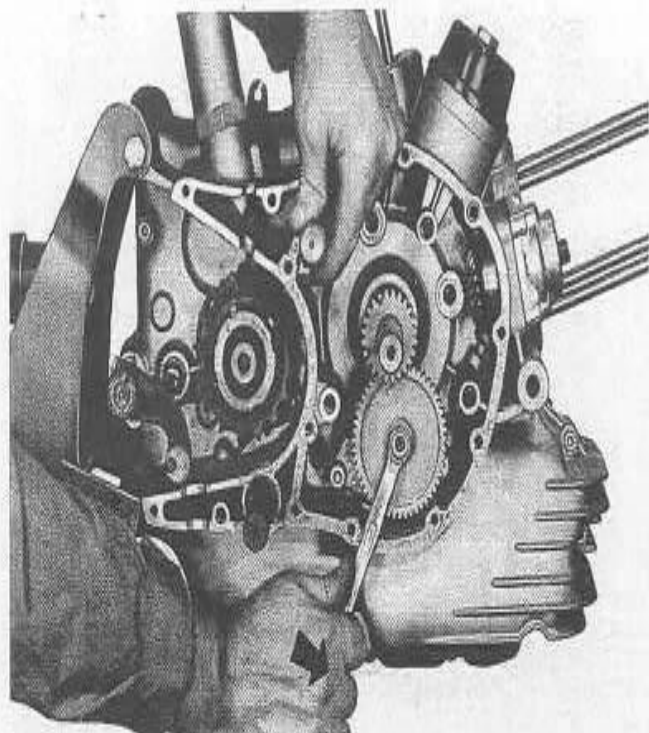

Fig. 30
- 2) Infilare una spina di Ø 14 mm nel foro del carter, come mostra la fig. 30, e farla entrare nel vano dell'imbiellaggio, questo per impedire al motore di ruotare.
- 2) Insert a pin of about 14 mm. in diameter in the crankcase hole, as shown in fig. 30, until it enters the crankshaft opening. This will prevent the engine from rotating.